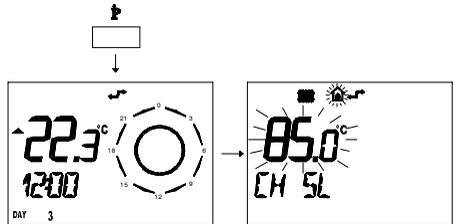

fig. 5.30
- 2 Premere per più di 3 secondi il pulsante  $\text{p}$  per entrare in modalità *INFO*. (fig. 5.30)